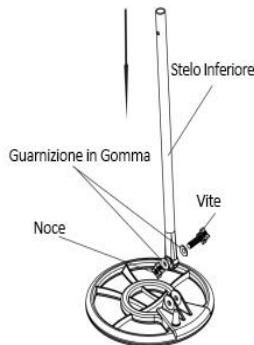

Fig.2
1. Rilasciare la manopola di blocco dallo stelo inferiore, svitare il bullone. Premere, montare e serrare lo stelo inferiore al piatto rivelatore (vedi Fig.2). Attenzione: la rondella di gomma viene posizionate correttamente.